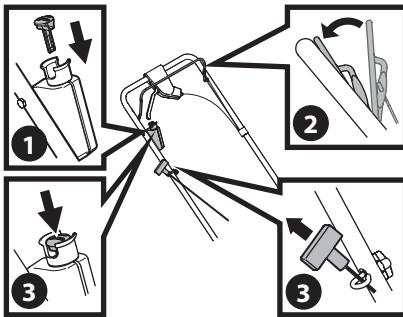

Figure 4
- Modèles avec démarreur électrique** : Insérez la clé de démarrage dans le réceptacle sur le côté droit de la partie supérieure de la poignée. Assurez-vous qu'elle s'enclenche bien.(Figure 4).
- Placez-vous derrière l'appareil et serrez la commande de la lame contre la poignée supérieure(Figure 4).
- Démarrage électrique (le cas échéant)** : Pressez sur le bouton-poussoir pour démarrer le moteur(Figure 4).